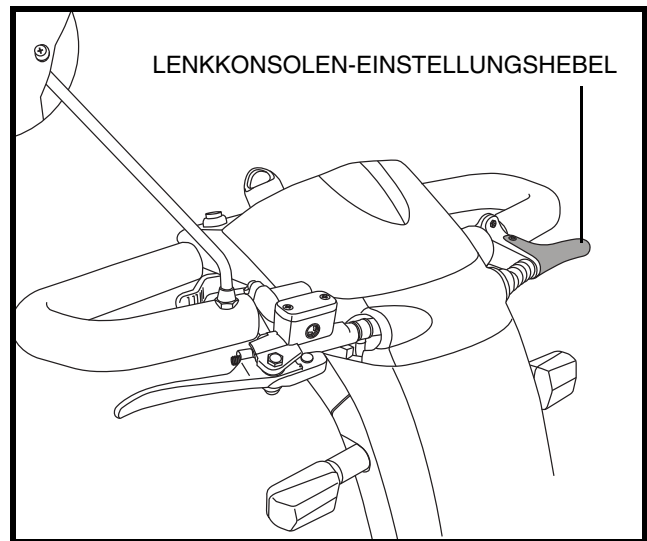

Abb. 14. Einstellung des Lenkers
1. Drücken Sie den Lenkereinstellungshebel. Siehe Abb. 14.